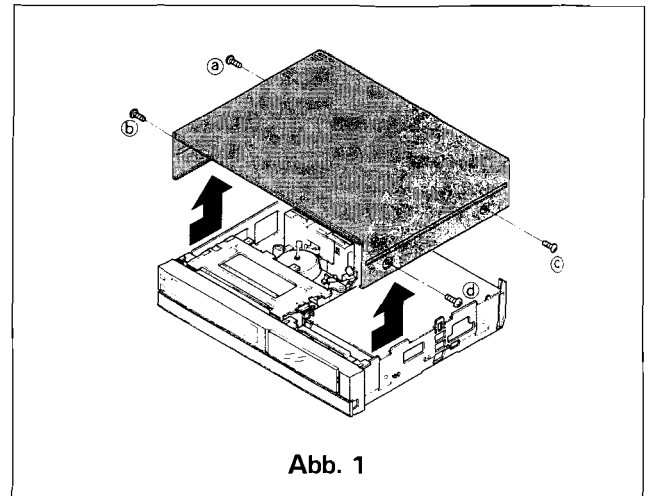

Abb. 1
- A. Entfernen Sie die 4 Schrauben (Ⓐ ~ Ⓓ) (Siehe Abb. 1), 2 auf jeder Seite, mit denen die Abdeckung befestigt ist.